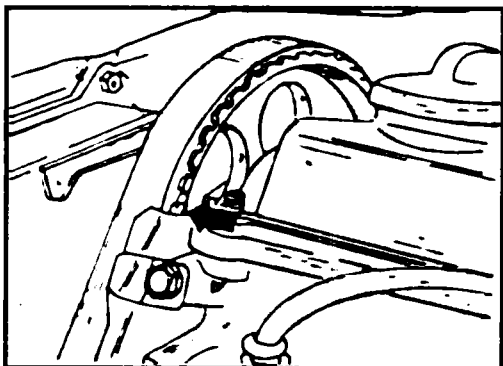

Рис. 2.61 Установка зубчатого шкива распредвала относительно верхней поверхности головки блока
- ◆ Поверните коленвал так, чтобы метка (насечка) на клиновом шкиве остановилась напротив метки на зубчатом колесе промежуточного вала (рис. 2.61). Это соответствует моменту зажигания в первом цилиндре.
- ◆ Поверните зубчатый шкив распредвала так, чтобы метка на задней стороне колеса газораспределения находилась на уровне плоскости стыка головки блока под прокладкой клапанной крышки, как показано стрелкой на рис. 2.61. Клапанную крышку надо предварительно снять.